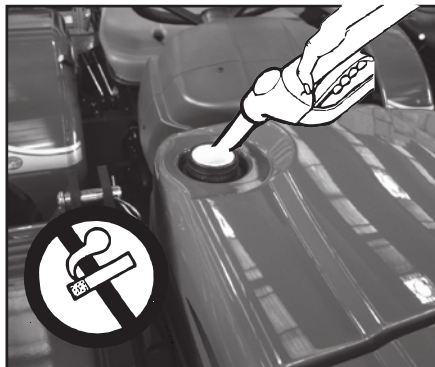

Fig. 2.6
- NON fumare durante il rifornimento. Non avvicinare fiamme libere (Fig.2.6).